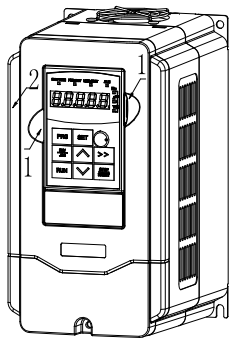

图 3-3 操作面板的拆卸
按图 3-3 中 1 方向用力压操作面板卡钩，按 2 方向抬起操作面板本体。
请参考图 3-3、3-4。
- (1) 接线前，确保已完全切断电源 10 分钟以上，否则有触电危险。
- (2) 严禁将电源线与变频器的输出端 U、V、W 连接。
- (3) 变频器本身机内存在漏电流，为保证安全，变频器和电机必须安全接地，接地线一般线径为  $3.5\text{mm}^2$  以上铜线，接地电阻小于  $10\ \Omega$ 。
- (4) 变频器出厂前已通过耐压试验，用户不可再对变频器进行耐压试验。
- (5) 变频器与电机之间不可加装电磁接触器和吸收电容或其它阻容吸收装置,如图 3-3。
- (6) 为提供输入侧过电流保护和停电维护的方便，变频器应通过中间断路器与电源相连。
- (7) 继电器输入输出回路的接线(DI1-DI6、DO1、DO2、DO3)，应选用  $0.75\text{mm}^2$  以上的绞合线或屏蔽线，屏蔽层一端悬空另一端与变频器的接地端子 E 相连，接线长度小于 50m。